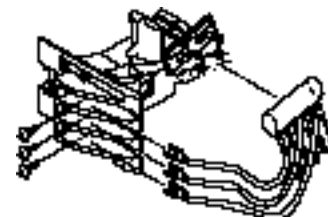

Figura 3
3. Retire el interruptor de mercurio de los clips B, Figura 3.
6. Conecte los cables al bloque de terminales A en las mismas posiciones que en el conjunto original, consulte la Figura 3.